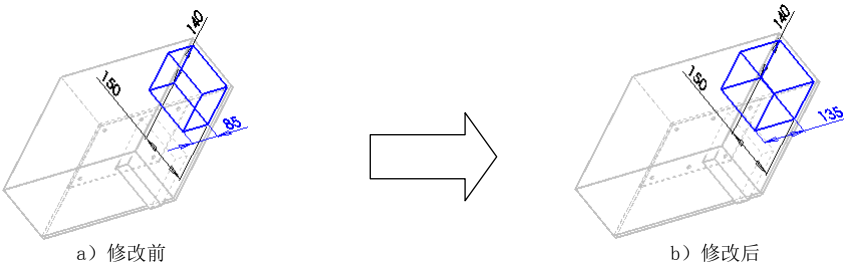

图 17.5.8 修改电源的高度尺寸
Step3. 将区域的文本框内宽度值 85，修改为 135，如图 17.5.8 所示。